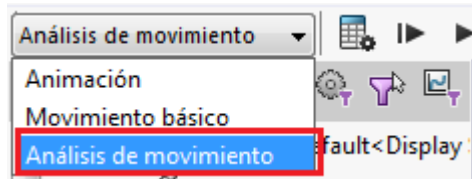

Ilustración 195
Paso 1: Ubicados en estudio de movimiento, se da clic en la pestaña de **Complementos de SOLIDWORKS**, y se elige la opción **SOLIDWORKS Motion**, una vez allí, se habilita la opción de **Análisis de movimiento** en el estudio de movimiento (ver ilustración 195).